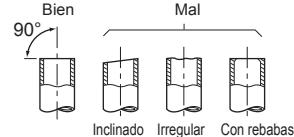

Fig. 2
- 4) Procese el extremo del cable de tierra (Fig. 2). Conéctelo al terminal de tierra de la caja de piezas eléctricas.
- 5) Procese el extremo del cable de conexión de la unidad interior/exterior (A) (Fig. 2). Conéctelo al panel de terminales. Procure no equivocarse al hacer las conexiones. Fije con firmeza el cable al panel de terminales de modo que no quede a la vista ninguna de sus piezas internas y que ninguna fuerza externa afecte a la sección de conexión del panel de terminales.
- Si la manguera de drenaje suministrada con la unidad interior es demasiado corta, conéctela con la manguera de drenaje (J) que debe suministrar el distribuidor. (Fig. 2)